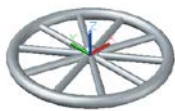

图 10.139 真实
(8) 单击菜单栏中的【视图】/【视觉样式】/【真实】，设置视觉样式为真实，效果如图 10.139 所示。